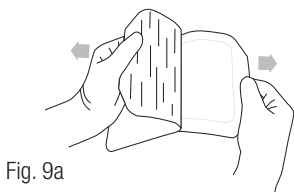

Fig. 9a
- Remove printed layer – exposing adhesive layer (Figure 9a)